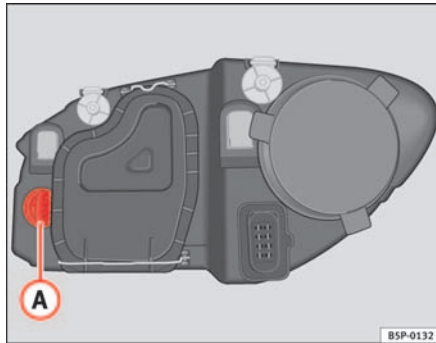

Abb. 181 Glühlampe für Blinker
- Die Fassung ⇒ Abb. 181 (A) nach links drehen und ziehen.